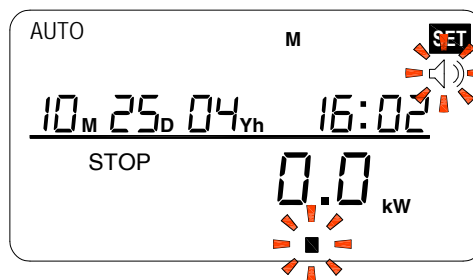

Abbildung 10
2. Halten Sie  für 3 Sekunden gedrückt. **SET** mit blinkendem Warntonindikator erscheinen, siehe Abbildung 10.